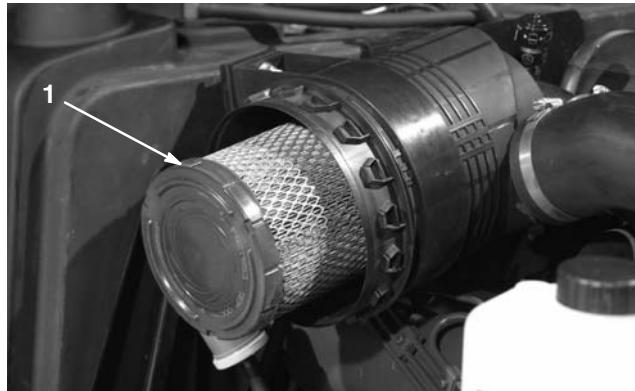
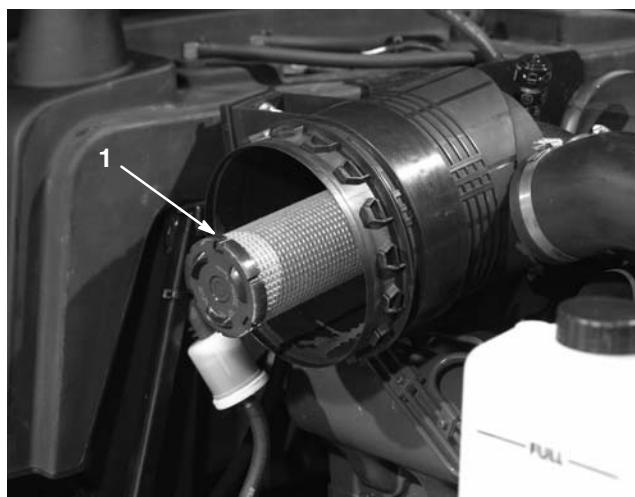

Bild 45
Bild 46
- Entfernen Sie den Hauptfilter (Bild 45). Sie sollten ein gebrauchtes Element nicht reinigen, da die Gefahr einer Beschädigung des Filtermediums besteht. Prüfen Sie den neuen Filter auf Versandschäden. Prüfen Sie das Dichtungsende des Filters und den Körper. Verwenden Sie nie ein beschädigtes Element. Entfernen Sie den Sicherheitsfilter **nicht** (Bild 46).
Wichtig Versuchen Sie nie, den Sicherheitsfilter zu reinigen (Bild 46). Tauschen Sie den Sicherheitsfilter bei jeder dritten Wartung des Hauptfilters aus.
- Wechseln Sie den Hauptfilter aus (Bild 45).